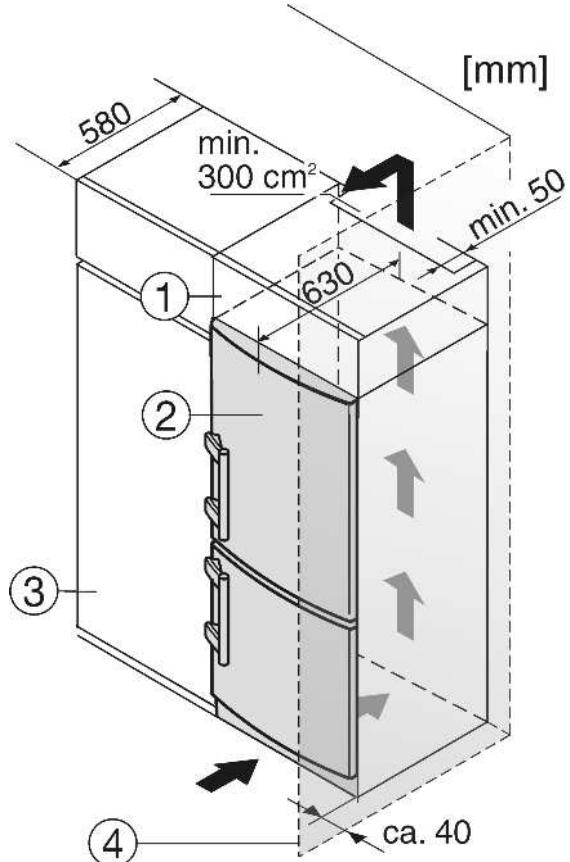

Fig. 9
- (1) Дополнительный шкафчик
(2) Устройство
(3) Кухонный шкаф
- (4) Стенка
Устройство может быть окружено предметами кухонной обстановки. Чтобы уравнять устройство Fig. 9 (2) по высоте с кухонной стенкой, можно установить над устройством соответствующий дополнительный шкафчик Fig. 9 (1).
При комбинировании с обычными кухонными шкафами (глубина макс. 580 мм) устройство можно установить непосредственно рядом с кухонным шкафом Fig. 9 (3). Дверь устройства выступает по сторонам на 34 мм и по центру устройства на 50 мм относительно передней стенки кухонного шкафа. Поэтому ее можно свободно открывать и закрывать.
Если устройство установлено на шарнирах у стены Fig. 9 (4), то расстояние между устройством и стеной должно быть не менее 40 мм. Настолько выступает ручка при открытой дверце.